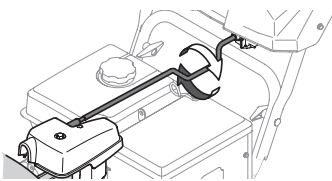

Figure 73
4. Tenez la portion recourbée de la tige de commande et faites pivoter la goulotte manuellement vers la droite ou vers la gauche. Voir Figure 73.